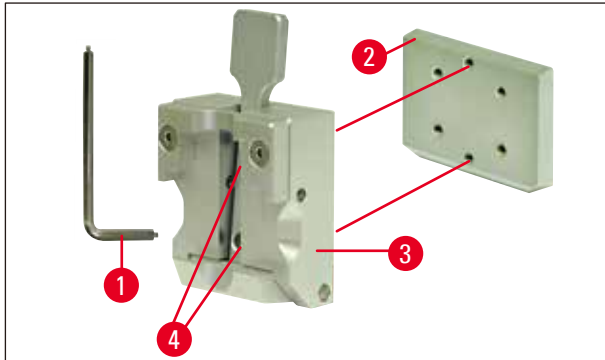

Fig. 10
- Pour retirer la glissière en queue d'aronde (→ Fig. 10-3) de la pince à objet (→ Fig. 10-2), dévissez les deux vis (→ Fig. 10-4) de la glissière en queue d'aronde (→ Fig. 10). Utilisez également la clé pour vis à six pans creux de 3 mm avec poignée.